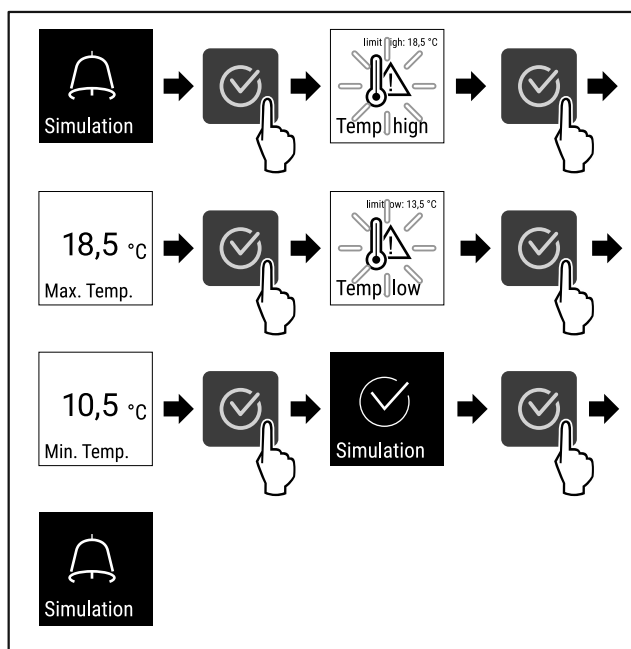

Fig. 108
- ▶ Obavite korake postupka (pogledajte Fig. 108) .